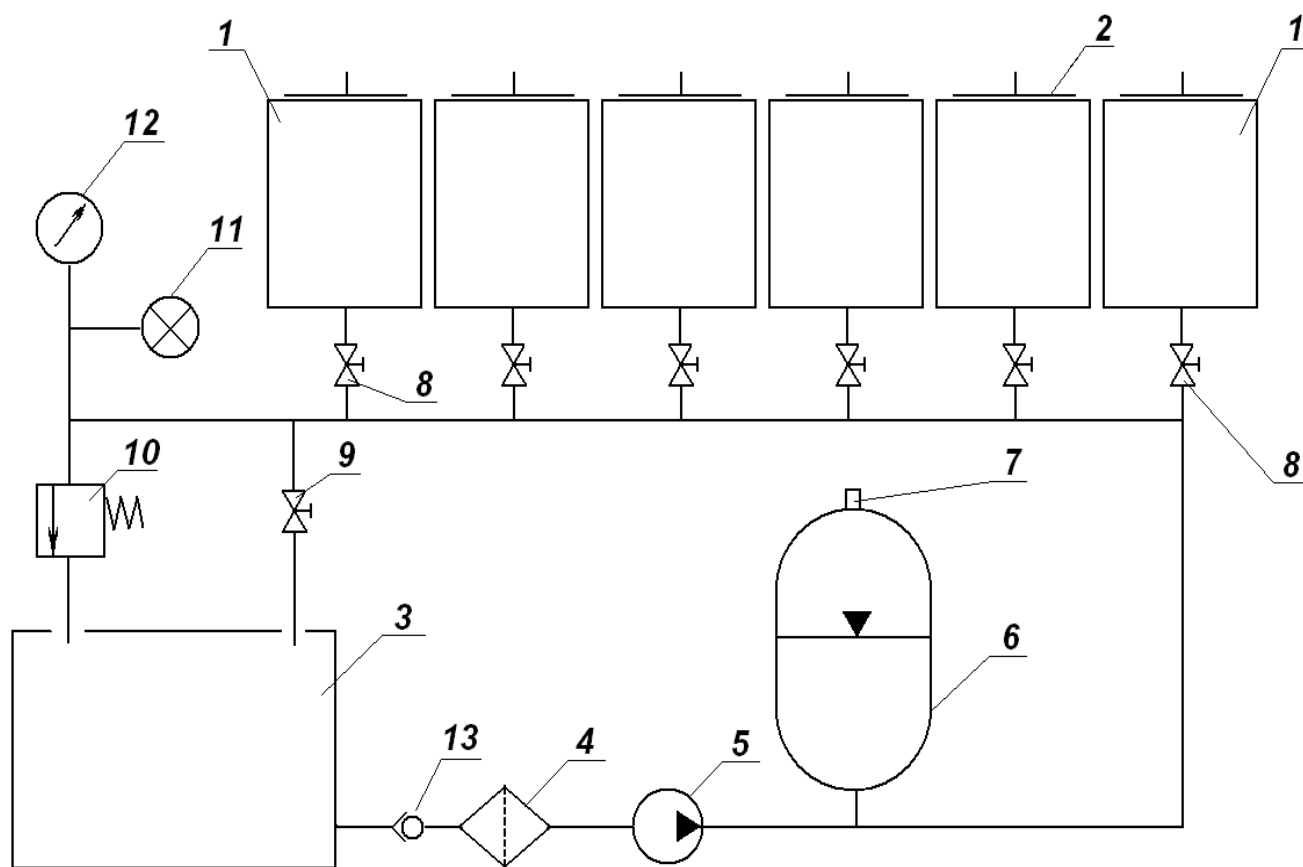

Рисунок 2 - Гидравлическая схема установки УВБ-МГ4.
Гидравлическая система установки (рис.2) состоит из емкости для воды (3), водяного насоса (5), гидроаккумулятора (6), запорных вентилях (8), вентиля сброса давления (9), предохранительного клапана (10) и трубопроводов.